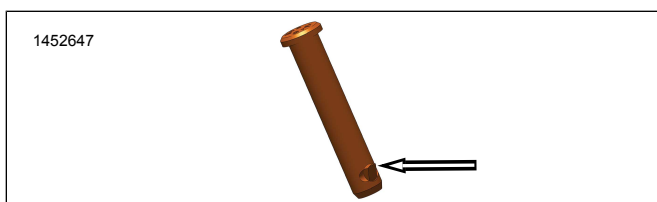

Figure 2. Patte de verrouillage de l'axe de chape
1. Retirez l'axe de chape du repose-pied du motard (A).
- a. Figure 2 Localisez la languette de verrouillage.